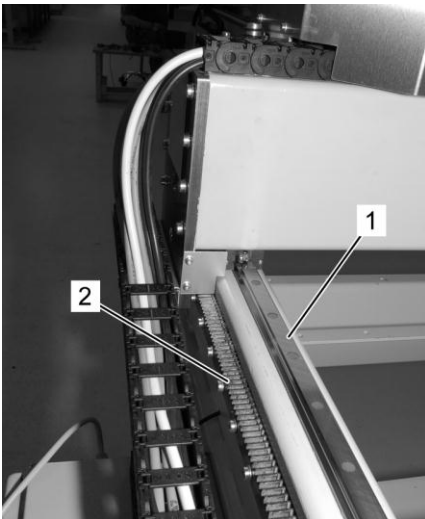

Abb. 37: X-Achse
2. Linearführungen (Abb. 37/1) und Zahnstangen (Abb. 37/2) der X-Achse von beiden Seiten der Maschine mit einem fussfreien und mit Leichtlauffett benetzten Lappen einfetten.